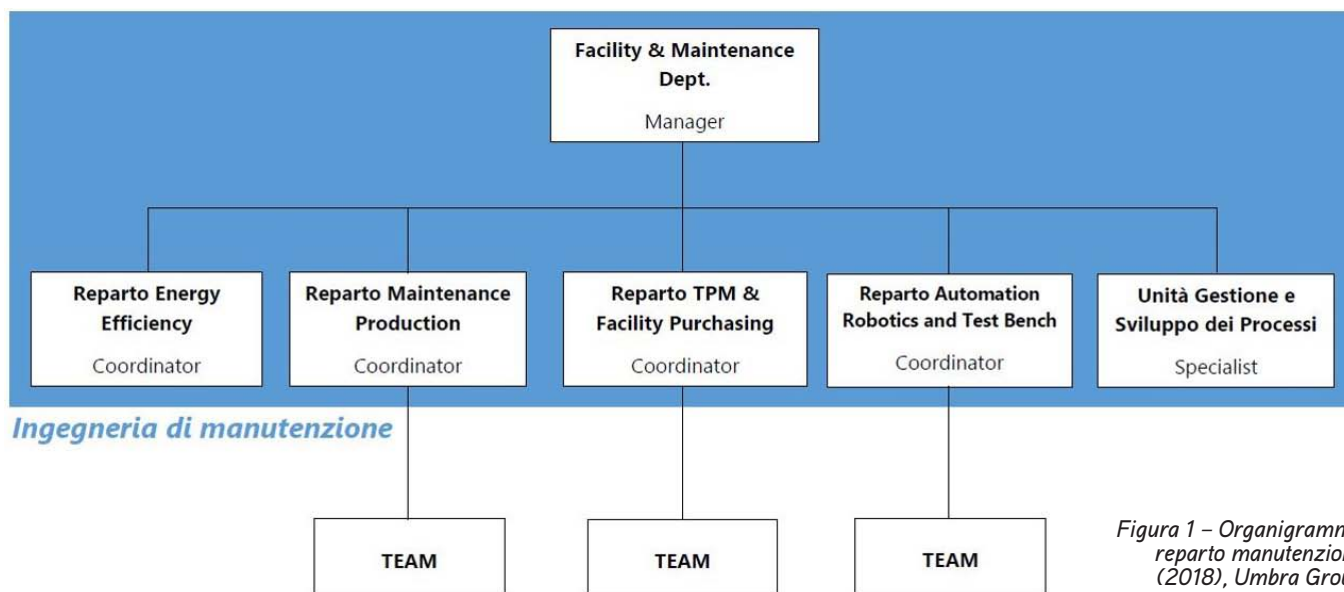

Figura 1 – Organigramma reparto manutenzione (2018), Umbra Group
3. La funzione dell'Ingegneria di manutenzione è svolta mediante la collaborazione con il Manager dei Coordinatori operativi dei diversi reparti (Supervisor) e dell'«Addetto alla Gestione e sviluppo dei processi» (Figura 1).